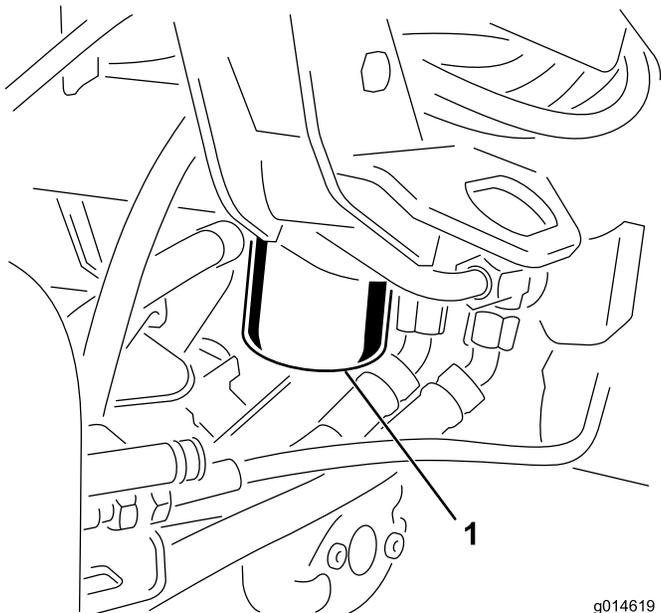

图49
1. 清洁过滤器安装区周围的区域（图49）。在过滤器下面放置一个放油盘并拆下过滤器。